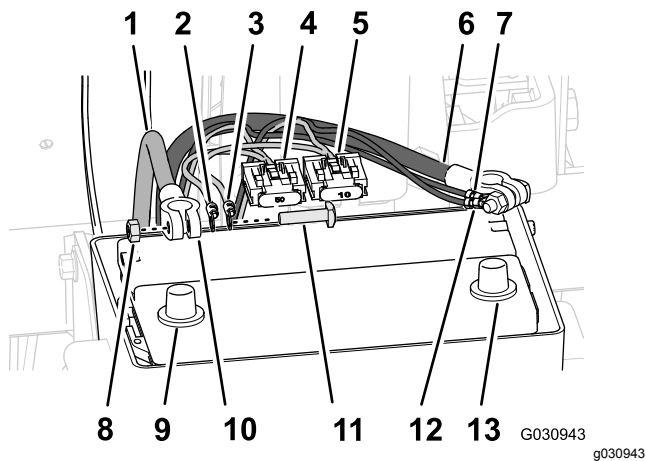

Рисунок 178
1. Проложите задний жгут проводов с положительной клеммой (красный провод), отрицательной клеммой (черный провод) и блоком предохранителей на 50 А между коробкой аккумулятора и шасси машины (Рисунок 178).
3. Снимите Т-образные болты и шестигранные гайки с клемм положительного и отрицательного кабелей аккумулятора (Рисунок 178).
4. Проденьте Т-образный болт через положительную клемму (красный провод) заднего жгута проводов, положительную клемму жгута электропроводов для навигации и клемму положительного кабеля аккумуляторной батареи (Рисунок 178).
5. Закрепите, не затягивая, клеммы и Т-образный болт шестигранной гайкой (Рисунок 178).
6. Вставьте Т-образный болт через отрицательную клемму (черный провод) заднего жгута проводов, отрицательную клемму жгута электропроводов для навигации и клемму отрицательного кабеля аккумуляторной батареи (Рисунок 178).
7. Закрепите, не затягивая, клеммы и Т-образный болт шестигранной гайкой (Рисунок 178).